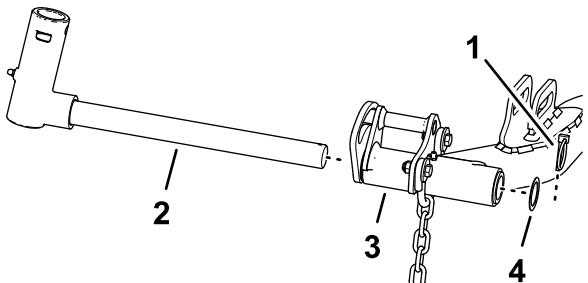

Рисунок 25
- Снимите шплинт с кольцом и шайбу, крепящие поворотную втулку к подъемному рычагу, и извлеките вал из подъемного рычага (Рисунок 25).